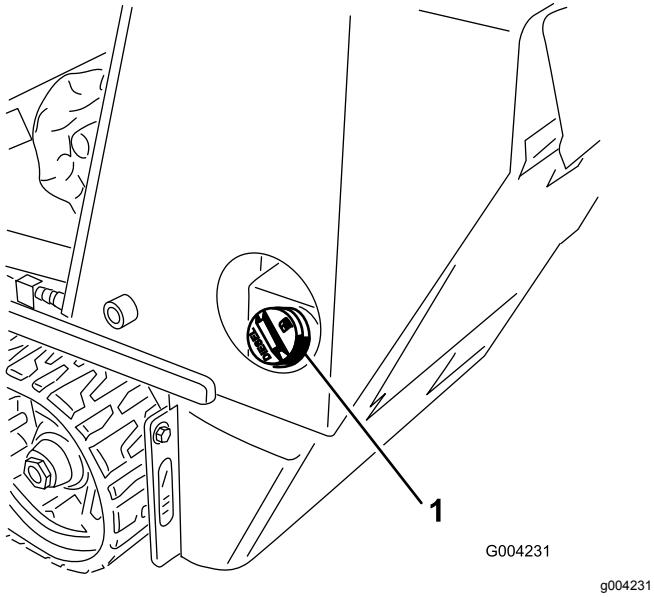

Figure 13
3. Nettoyez la surface autour du bouchon du réservoir et enlevez le bouchon (Figure 13).